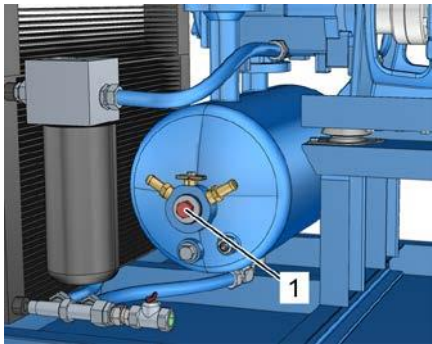

Рис. 38: Резьбовая пробка наливного отверстия
5. Отверните резьбовую пробку наливного отверстия (Рис. 38/1), извлеките ее и проследите за тем, чтобы не потерялось уплотнительное кольцо.